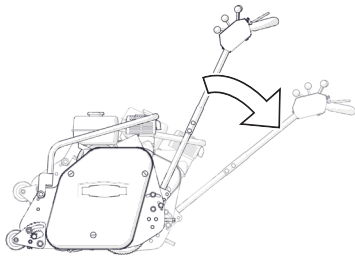

Fig.12C - Incliner doucement la machine en arrière.
4. Inclinez doucement la machine vers l'arrière afin qu'elle repose sur le rouleau arrière et le guidon (Fig.12C).